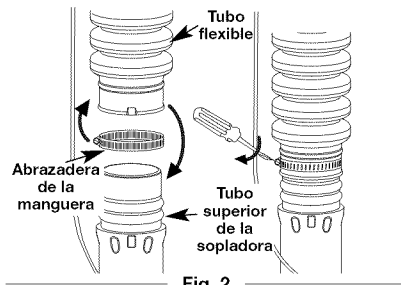

Fig. 2
1. Coloque una abrazadera de manguera sobre el otro extremo del tubo flexible (Fig. 2).
2. Deslice el extremo de la manguera con la abrazadera colocada sobre el extremo superior del tubo superior de la sopladora y apriete el tornillo de la abrazadera de la manguera (Fig. 2).